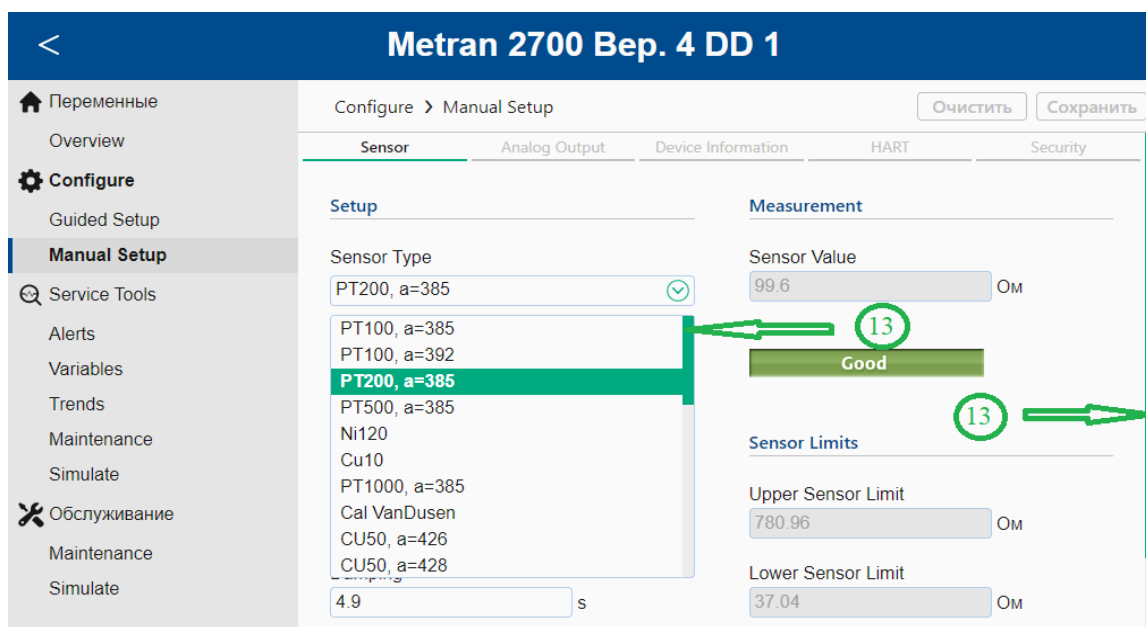

Рис. 22 Элементы конфигурационного окна
- Полоса прокрутки – 13 (рис. 22) (п. 3.9.13)